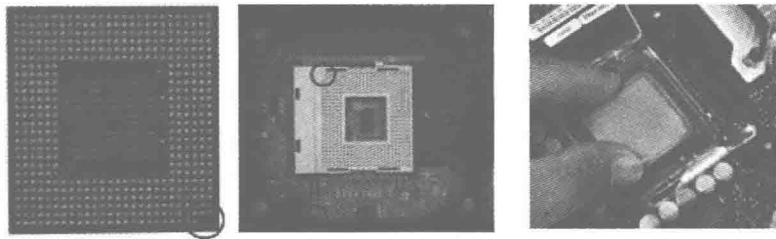

图 1.18 安装 CPU
(2) 安装 CPU 和散热风扇。
① 平放主板,把主板用装置垫起来,最好用绝缘的泡沫塑料。处理器是有针脚的,放平主板有利于处理器的垂直安装。寻找主板的处理器插槽,一般新的主板处理器插槽会有一层保护贴纸。安装新主板时记得轻轻去掉保护物质,然后才可以进行处理器安装。注意细节动作,食指拉起主板处理器插槽的杠杆。拉到大约 90° 的位置停止,一般主板都会在杠杆垂直处设置挡片,防止杠杆角度过大。如图 1.18 所示。